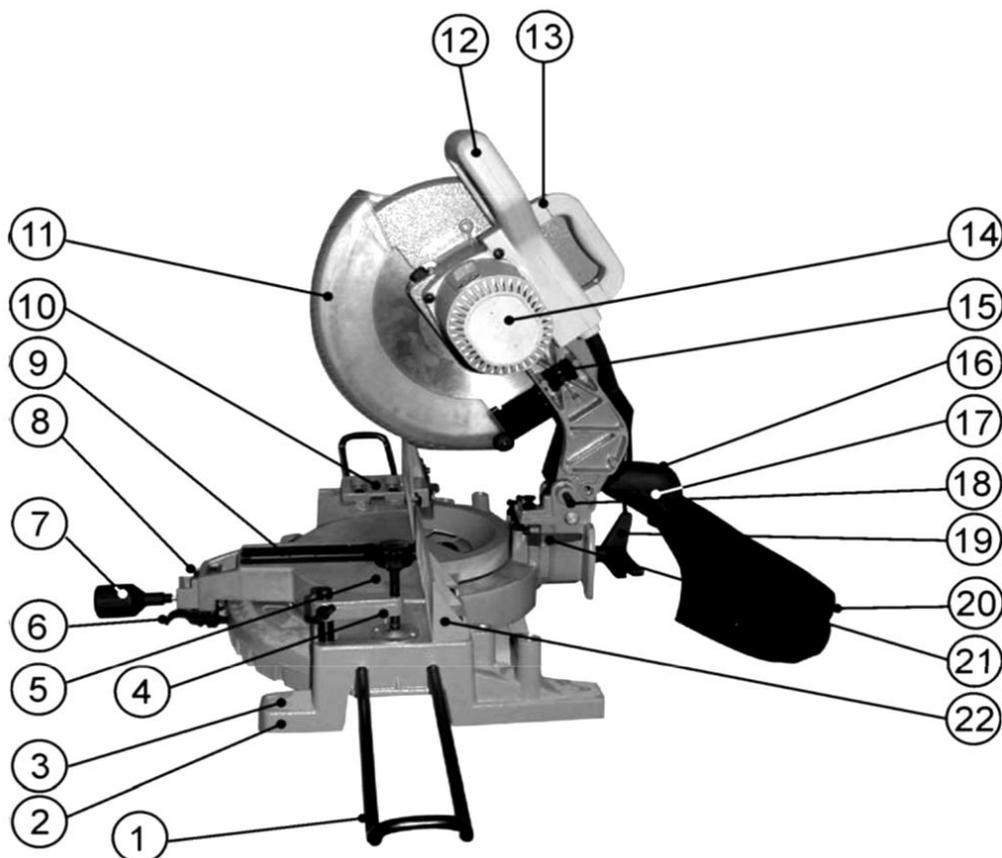
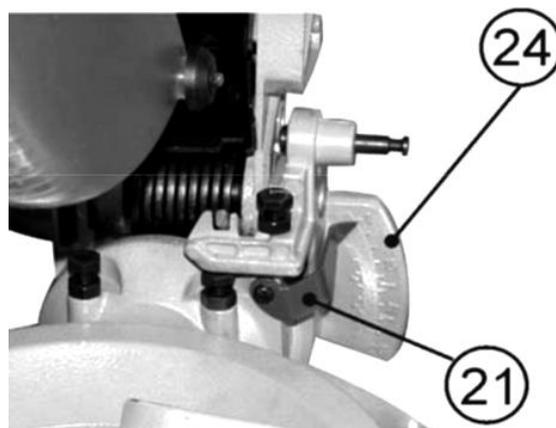
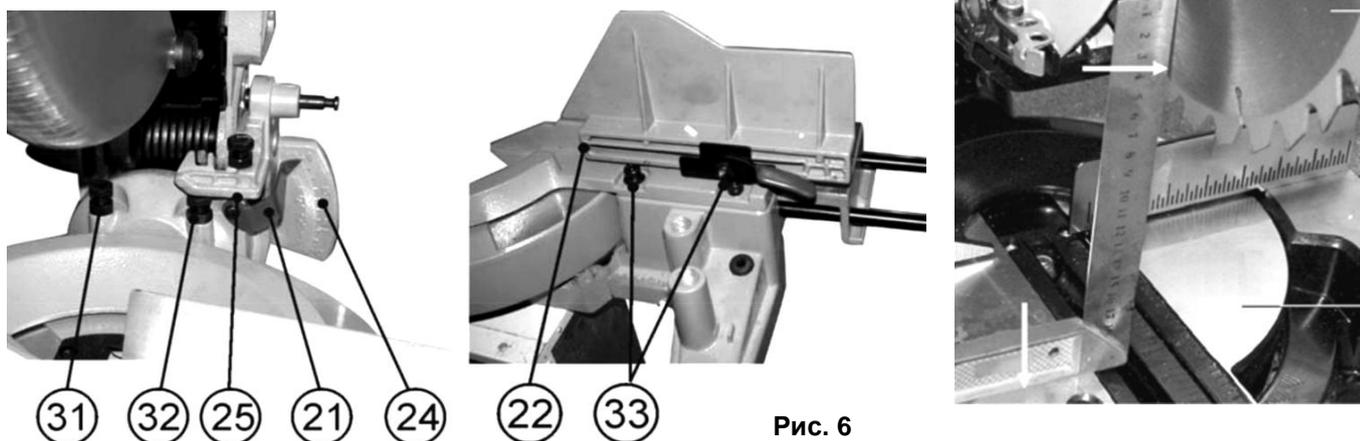

Рис. 1
Рис. 3
Рис. 6
Транспортировка (Рис. 1)
Монтаж (Рис.1)
Установка струбцины (Рис.1)
- На основании станины (2) предусмотрены гнезда установки вертикальной струбцины (4). Вертикальная струбцина (4) (См. Рис.1) может быть установлена в станине как слева, так и справа от места распила.
Установка выдвижных опор (Рис.1)
Установка пылесборника (Рис.1)
Приведение пилы в верхнее положение (Рис. 1,2)
Установка поворотного стола на выбранный угол пиления (Рис. 1,2)
- Ослабьте винт фиксации поворотного стола (7), удерживая рычаг фиксации (6) в верхнем положении за головку винта фиксации поворотного стола (7). Поворачивайте поворотный стол (5) на необходимый угол установки.
- Поверните стол до совмещения значения угла поворота, нанесённого на поворотном столе (5), с указателем в узле установки поворотного стола (8).
- Поворотный стол (5) возможно установить в положения на углы 0°;15°; 22,5°; 30°; 31,6°; 45° в обе стороны. Для чего перевести рычаг фиксации (6) в верхнее положение и, подведя к выбранному значению, отпустить рычаг фиксации (6) так, чтобы клин рычага (23) вошёл в паз станины (2),
- Для установки поворотного стола на значения, отличающиеся от фиксированных положений с углами поворота от 0° до 45° в обе стороны относительно линии пиления, необходимо после установки на выбранное значение угла зафиксировать положение винтом фиксации поворотного стола (7), Рис. 3.
Установка угла наклонного пиления (Рис. 1,3)
- Для изменения угла наклона, удерживая пилу за рукоятку (12)(См. Рис.1), ослабьте установку винта фиксации наклона пилы (19), наклоните пилу влево на предполагаемый угол пиления, контролируя угол по показаниям шкалы (24) и указателя (21)(См. Рис. 3). Положение закрепите винтом фиксации наклона пилы (19)(См. Рис.1).
Действие выключателя (Рис. 1)
- Перед нажатием клавиши пускового выключателя, расположенной на рабочей рукоятке (12)(См. Рис.1), убедитесь, что пильному диску ничего не мешает, и он имеет свободное вращение.
- Для выключения пилы – отпустите кнопку выключателя (12).
Защитный кожух (Рис. 1)
- Для регулирования положения 90° ослабьте винт фиксации наклона пилы (19) (См. Рис.1), приведите пилу в крайнее правое положение, ослабьте стопорную гайку регулировочного болта (32) (См. Рис.6) и, используя угольник, установите угол 90° пильного диска относительно поворотного стола (5), вращением регулировочного болта (32). Затяните стопорную гайку регулировочного болта (32).
- По достижению необходимого результата регулирования, ослабьте установочный винт (25) указателя (21), совместите стрелку указателя (21) с делением 0° по шкале угла наклона пиления (24). Зафиксируйте установочный винт (25) указателя (21).